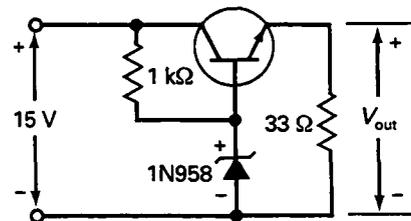

Figura 12-36
- 12-27. El transistor de la Figura 12-36 tiene una ganancia de corriente de 150. Si el 1N958 tiene una tensión zener de 7,5 V, ¿cuál es la tensión de salida? ¿Y la corriente zener?
- 12-28. Si la tensión de entrada de la Figura 12-36 cambia a 25 V, ¿cuál es la tensión de salida? ¿Y la corriente zener?
- 12-31. En la Figura 12-36, ¿cuál es la potencia disipada del transistor si la ganancia de corriente es 100 y la tensión zener es 7,5 V?